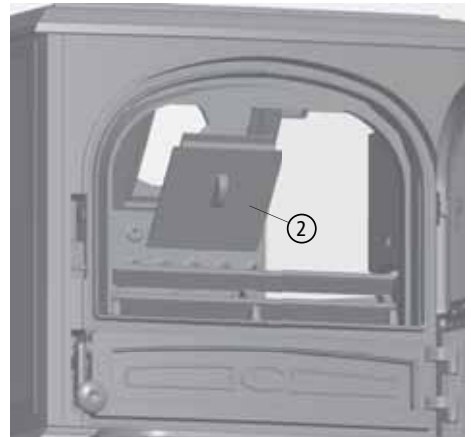

Abb. 3.4 Revisionsdeckel im Brennraum
- ② Revisionsdeckel (siehe Abb. 3.4) in der Brennraum-Rückwand entnehmen,
- ③ den oben in der Deckplatte montierten Blinddeckel von unten durch die Revisionsöffnung demontieren - mittig verschraubt mit VA-Sechskantmutter M6, SW 10mm,
- ④ den auf der Rückwand montierten Rohrstutzen lösen - seitlich verschraubt, 2 x VA-Sechskantschraube M6, SW 10mm - und den Rohrstutzen entnehmen,